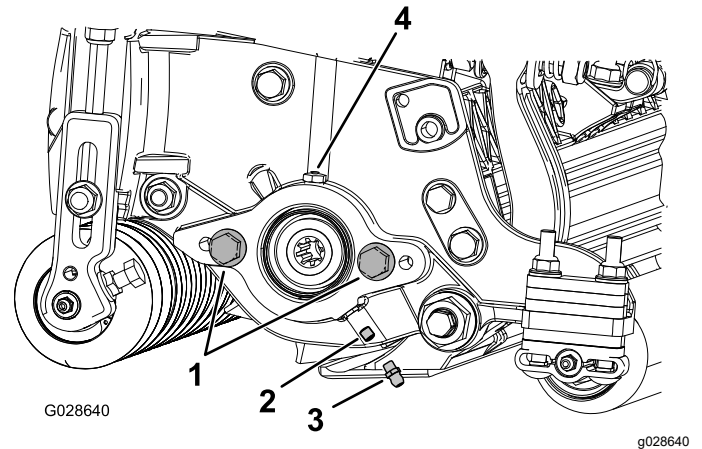

图 6
1. 拆下并丢弃滚刀马达侧板上的固定螺丝 图 6。
2. 安装直通黄油嘴 图 6。
3. 如果滚刀马达侧板上没有平头螺丝请安装 图 6。
5. 安装滚刀马达润滑侧板直至多余的润滑脂流出润滑孔 图 6。